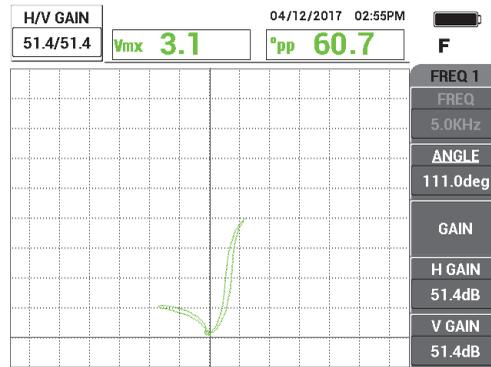

Figura 5-186 Ajuste de ganancia
5. Pulse la tecla **GAIN (dB)** y, después, incremente la ganancia hasta que la señal proveniente de la perforación alcance 4 divisiones verticales en altura. Pulse la tecla **FREEZE** (❄) para activar la adquisición de señal (vea la Figura 5-186 en la página 282).